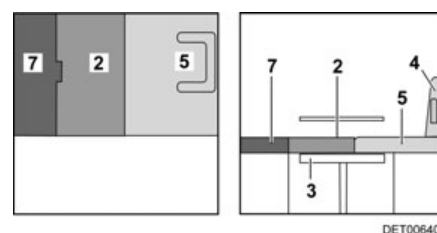

Fig. 127 Après la transformation
- Placer le coussin supplémentaire (Fig. 127,5) sur le siège conducteur.
- Placer le coussin d'assise (Fig. 127,2) sur la table.
- Placer le coussin supplémentaire (Fig. 127,7) entre le coussin d'assise et la paroi arrière.
- Repousser le siège conducteur (Fig. 126,4 ou Fig. 127,4) vers l'arrière.